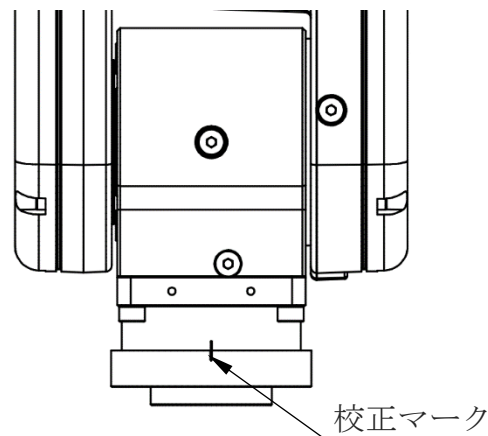

図 4-8 第 6 軸の原点校正イメージ図
- 第 6 軸の校正順序は以下のとおりです（図 4-8 を参照してください）